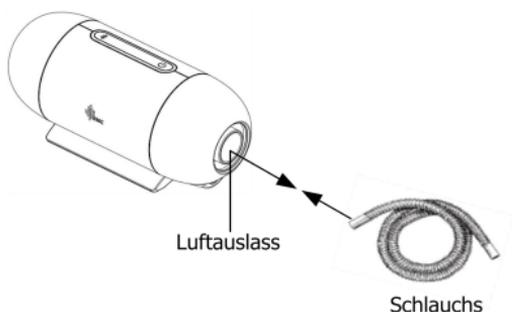

Abb. 11-4
- (1) Schließen Sie das eine Ende des Schlauchs an den Luftauslass des Hauptgeräts an, wie in Abb. 11-4 dargestellt.